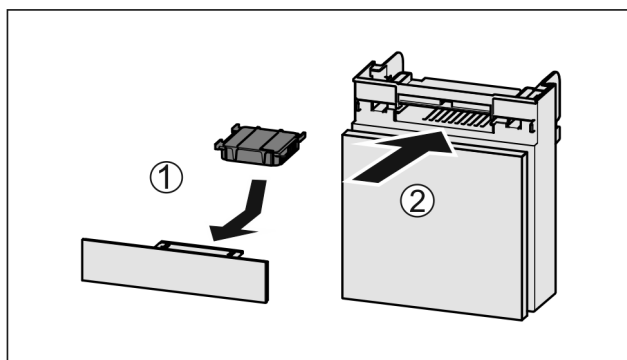

Fig. 44
- Filtr s aktivním uhlím vložte podle vyobrazení Fig. 44 (1).
- Zásuvku zasuňte Fig. 44 (2).